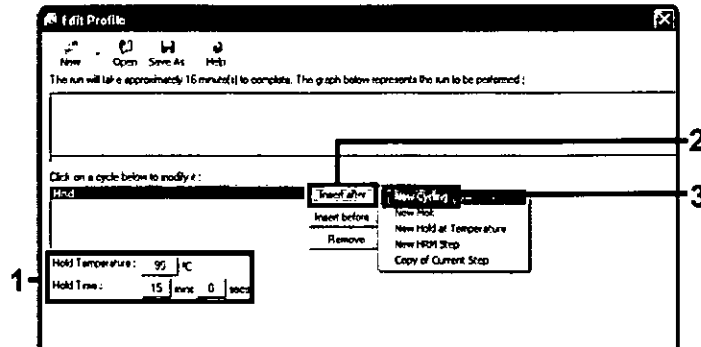

Ilustración 5. Paso de incubación inicial a 95 °C.
7. Cambie el valor de "Hold Temperature" (Mantener temperatura) a 95 °C y "Hold Time" (Mantener tiempo) en "15 mins 0 secs" (15 min 0 s). Haga clic en el botón "Insert After" (Insertar después) y seleccione "New Cycling" (Ciclos nuevos) (consulte la ilustración 5).